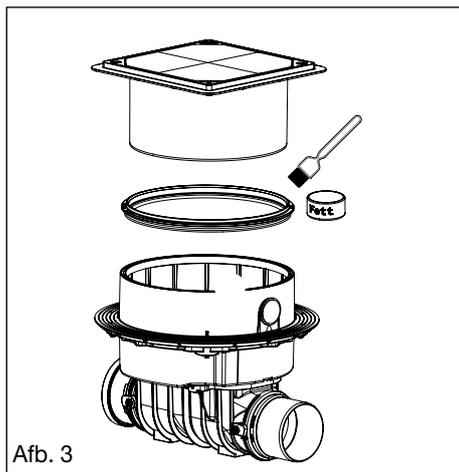

Afb. 1
A. Vergrendelingsstand (afbeelding 1, volledig gesloten bedrijfs- en noodafsluiter)
Het basislichaam van de KESSEL-Staufix FKA dient horizontaal te worden uitgelijnd (zie afb. 1).